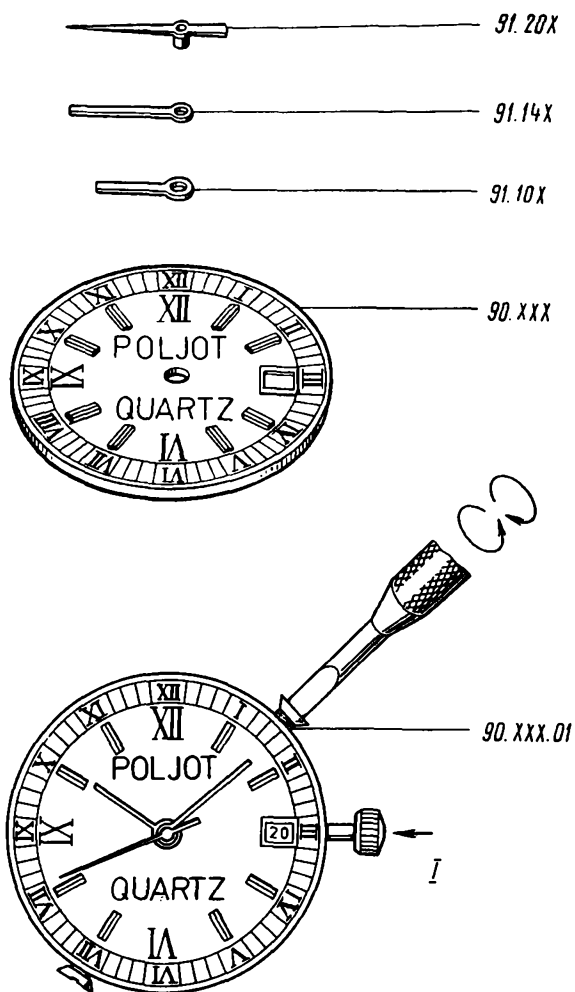

Рис. 159
13. Установить вал переводной в механизм (рис. 159)